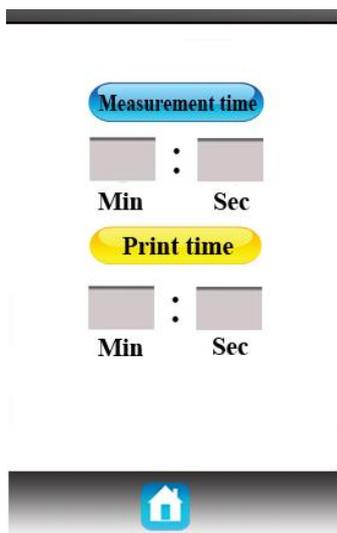

Fig. 3
2. Réglage de la durée et de l'intervalle d'impression dans (Fig. 3) : pour configurer l'heure de fin. La valeur par défaut est 00:00.